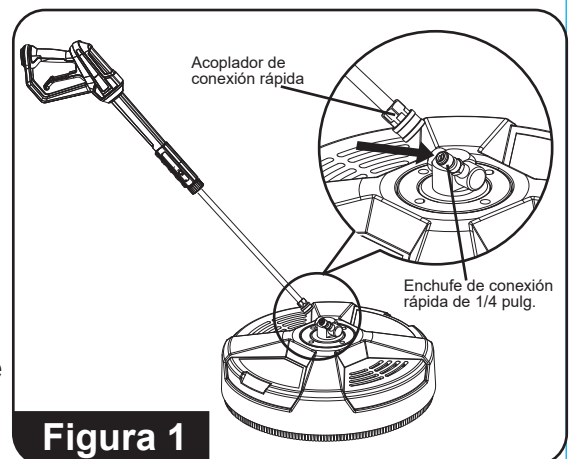

Figura 1
2. Fije el enchufe de conexión rápida de 1/4 pulg. de la limpiadora de superficies en el extremo de la vara del equipo de lavado con agua a presión (vara no incluida) (consulte la Figura 1).